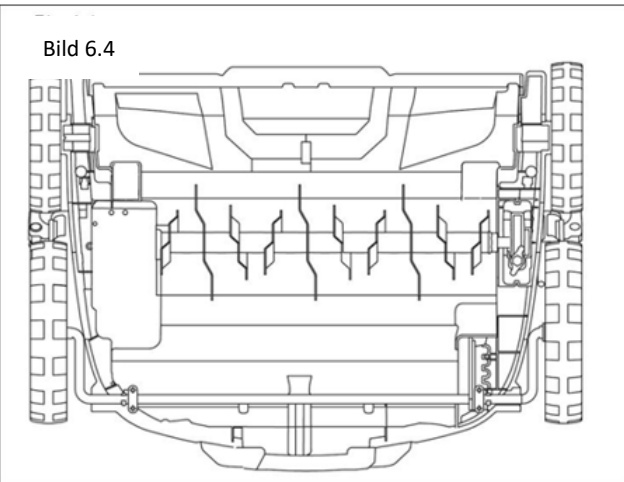

Bild 6.5
139. Användning av luftarvals (Fig. 6.5)
- Sätt i luftarbladssystemet genom att göra på samma sätt som när du tar bort vertikalskärarbladssystemet (Fig. 6.5).